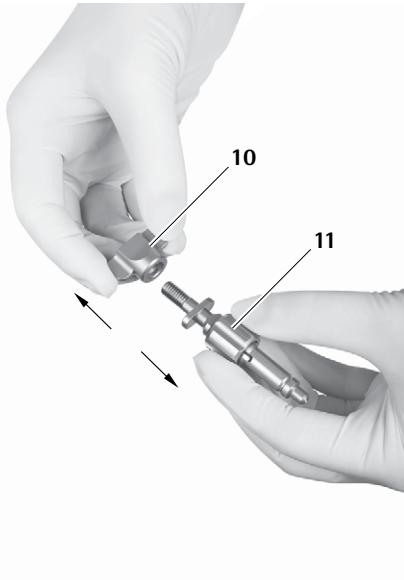

Fig. 17
- Lossa vingmuttern **10** på fästarmsadaptersnittet **11**, se Fig. 17.